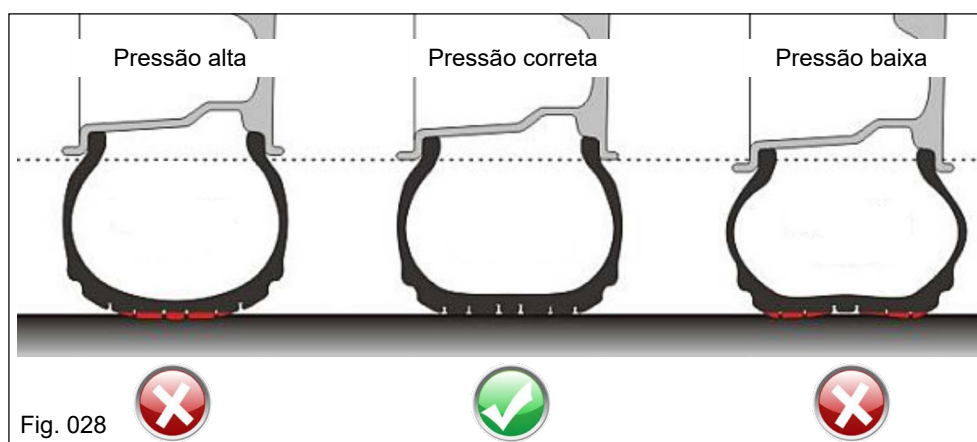

Fig. 028
c) Afrouxe as porcas do grampo de fixação da haste do marcador, a seguir desloque-a até a posição “D” (Fig. 028). Fixe o grampo novamente.
A pressão correta dos pneus da roda motriz também é importante para um plantio preciso. A falta ou excesso de pressão nos pneus provoca o desgaste prematuro e interferem diretamente na distribuição de adubo e sementes. Efetue se a pressão dos pneus da plantadora estão conforme indicado abaixo (Fig. 028):